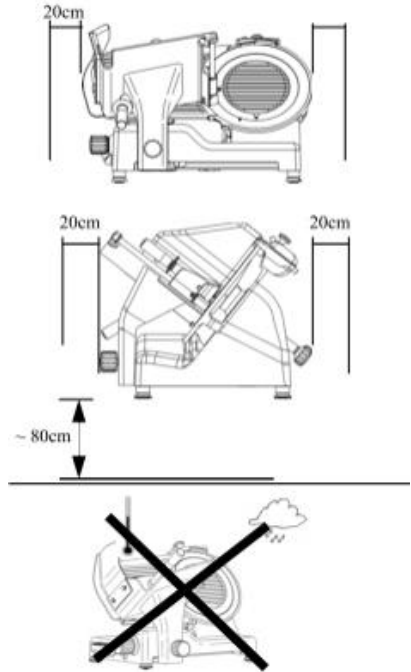

Abb. 14
- Halten Sie einen Abstand zwischen den Wänden, Gegenständen, Regalen etc. und der Aufschnittmaschine von mindestens 20 cm ein (Abb. 14), um die Aufschnittmaschine in Sicherheit gebrauchen zu können.